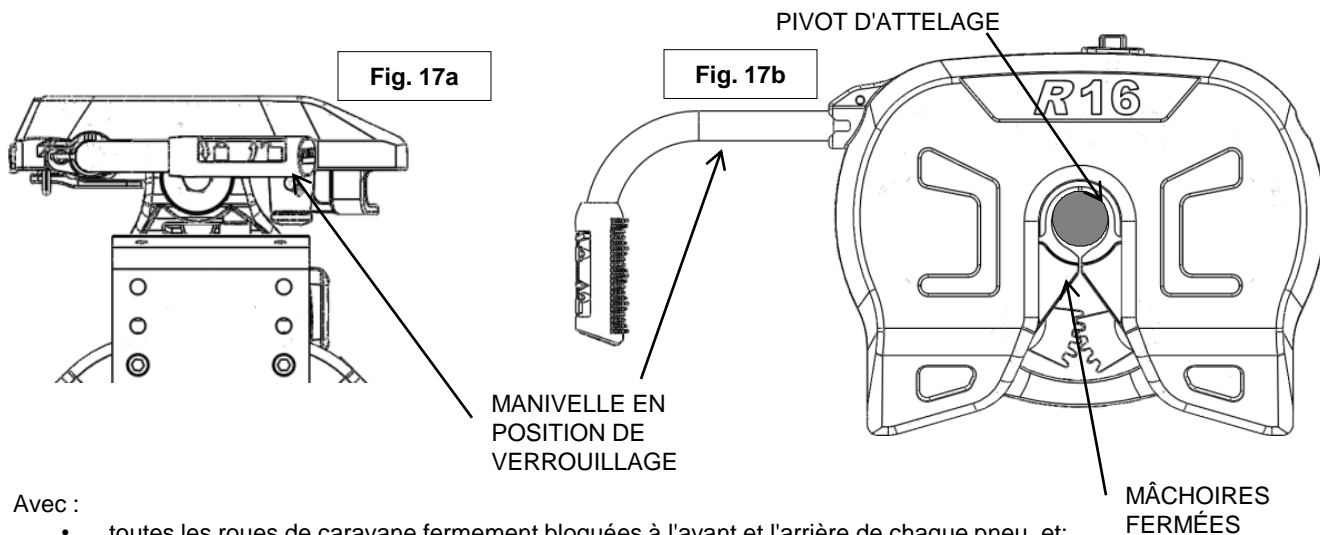

**Fig. 15
7. En s'assurant que toutes les mesures de sécurité sont toujours appliquées (roues de la caravane solidement bloquées, béquille reposant sur une surface solide capable de supporter le poids de la caravane, camionnette stationnée avec freins d'urgence appliqués), vérifier visuellement que le bas du carter de pivot s'appuie sur le dessus de l'attelage. **AUCUN ESPACE NE DOIT APPARAÎTRE ENTRE CES SURFACES** (voir Fig. 15). La présence d'un espace (voir Fig. 16) indique que la caravane n'a pas été attelée correctement. **NE PAS REMORQUER !** À la place, répéter les étapes ci-dessus jusqu'à l'attelage adéquat de la caravane. **NE PAS PLACER LE CORPS SOUS LA CARAVANE POUR EFFECTUER CETTE INSPECTION !**